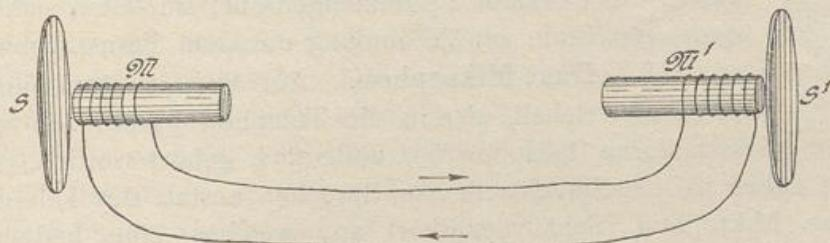

Abb. 695.
11. Erregungsstrom beim Fernsprechen. In Abb. 695 seien M und M' zwei Magnete (Stabmagnete), um jeden ist eine Drahtspule gewunden, deren Enden zu einer ordnungsmäßigen Leitung verbunden sind. Vor der Stirnseite (Pol) eines jeden Magneten befindet sich,